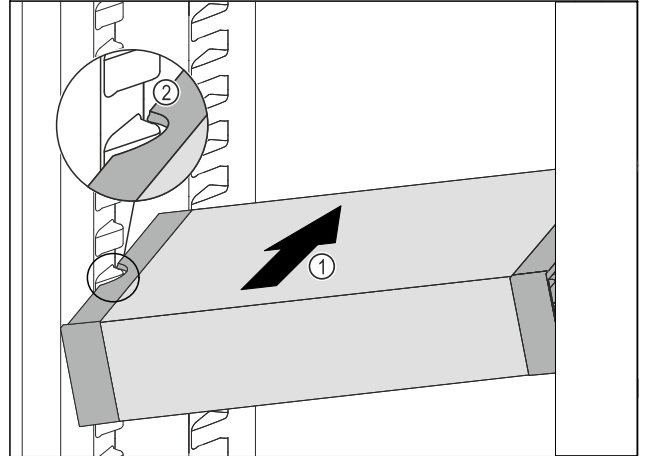

Fig. 196
- Työnnä VarioSafe vinossa asennossa jääkaappiosaan Fig. 196 (1), kunnes VarioSafen sivuilla olevat lovet Fig. 196 (2) ovat jääkaappiosassa olevien kotelokiilojen tasolla.